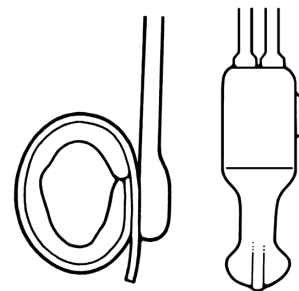

Figura 4-38. Apertar e largar a pera da bomba
1. Aperte e solte várias vezes a pera da bomba para eliminar todo o fluido do manguito. (**Figura 4-38**)